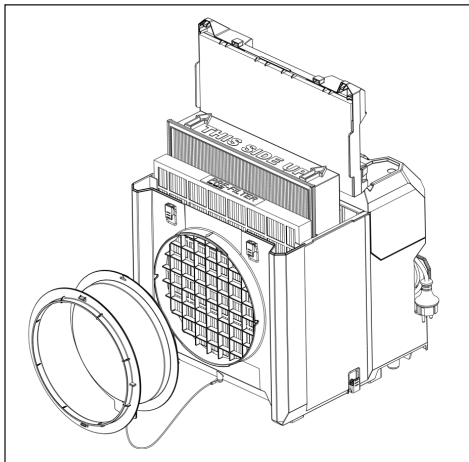

Fig. 5: Remplacement des filtres
- ▶ Insérez un nouveau pré-filtre ou un nouveau filtre principal comme indiqué à la figure 5.